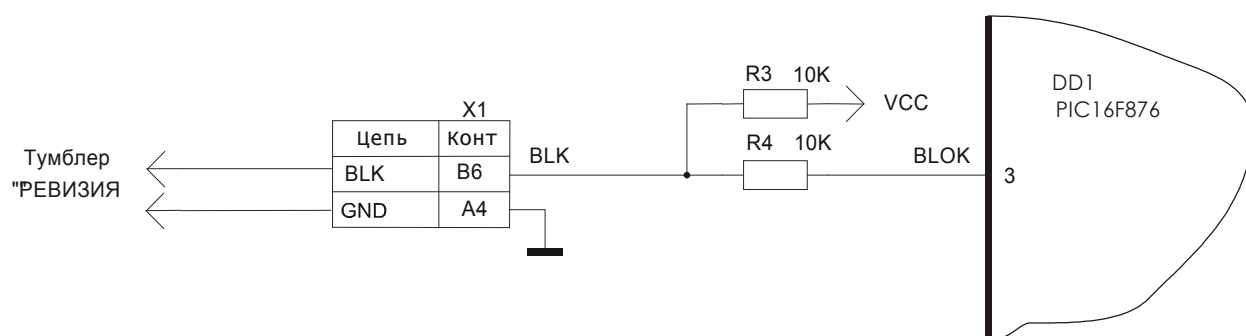

Рисунок 49. Тумблер «Ревизия»
Тумблер «Ревизия» подключается через контакты В6, А4 входного разъема лифтового контроллера (рисунок 49). Резистор R3 обеспечивает подтяжку питания, а резистор R4 защищает входную ножку BLOK (3) микропроцессора DD1.